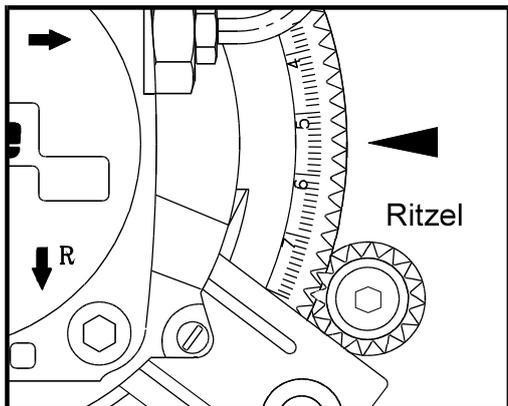
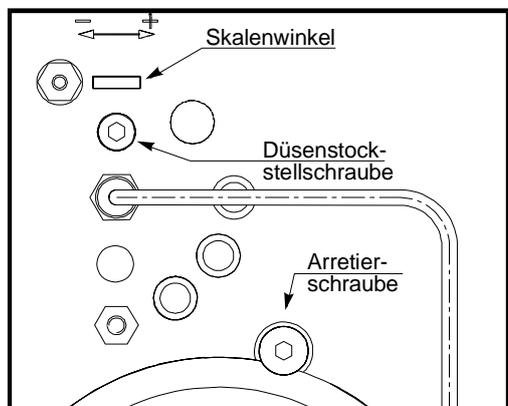

Bild 4
Bild 5
2. Veränderung der Gebläsekennlinie durch einstellbare Lufteinlaufdüse (siehe Bild 4). Vorteil: Der Ölbrenner arbeitet im optimalen steilen Bereich des Gebläses.
3. Sekundärlufteinstellung (siehe Bild 5). Durch Verschieben der Stauscheibe in der Mischeinrichtung erreicht man eine Änderung des Mischdruckes.
Mit dem Serviceschlüssel wird nach dem Lösen der Arretierschraube (Bild 5), über das Ritzel (Bild 4) die Brennerpressung im Gehäuse nach den Anhaltswerten (siehe Tabelle Seite 4 bzw. 5) ohne Flamme voreingestellt.
Eine Verstellung des Düsenstockes durch **Rechtsdrehen** der Stellschraube (Seite 6, Bild 4) in Richtung **größerer Skalenwerte**, **erhöht die Luftmenge** und **verringert damit den CO2 - Anteil** im Abgas.